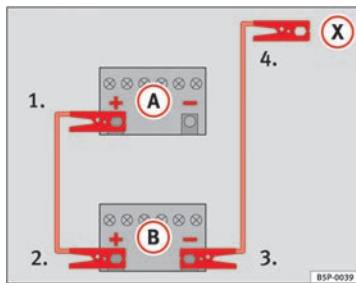

Abb. 230 Anschlussschema für Fahrzeuge ohne Start-Stopp-System.
- Klemmen Sie ein Ende des *roten* Starthilfekabels an den Pluspol (+) des Fahrzeugs mit der entladene Fahrzeugbatterie (A) an ⇒ Abb. 230.
- Klemmen Sie das andere Ende des *roten* Starthilfekabels an den Pluspol (+) des stromgebenden Fahrzeugs (B) an.
- Klemmen Sie ein Ende des *schwarzen* Starthilfekabels an den Minuspol (-) des stromgebenden Fahrzeugs (B) ⇒ Abb. 230.
- Klemmen Sie das andere Ende des *schwarzen* Starthilfekabels (X) im Fahrzeug mit der entladene Batterie an ein mit dem Motorblock verschraubtes massives Metallteil oder an den Motorblock selbst, aber an einer weit von der Batterie (A) entfernten Stelle an.